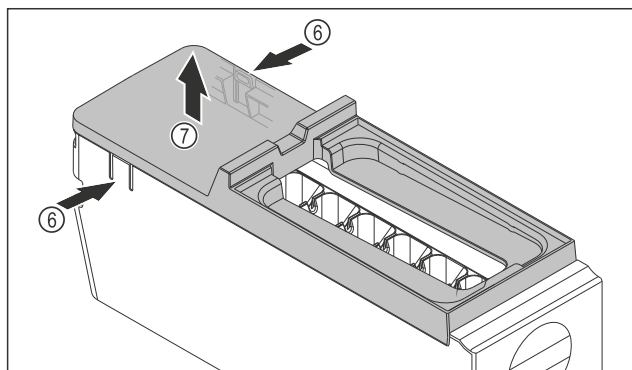

Fig. 131
- Снимите крышку корпуса EasyTwist-Ice: Надавите рукой на накладки Fig. 131 (6) с обеих сторон корпуса EasyTwist-Ice.
- Другой рукой снимите крышку Fig. 131 (7) по направлению вверх.